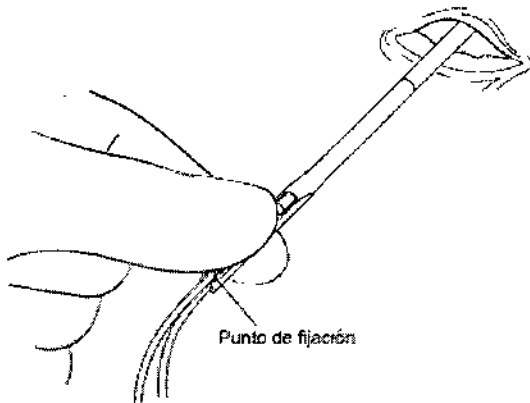

Figura 8. Presione la extensión para asentarla completamente en el portal del portador.
e. Utilizando el dedo pulgar, presione la extensión para asentarla completamente en el portal del portador. Asegúrese de que la extensión descansa plana y que la extensión está completamente asentada en el punto de fijación (Figura 8).